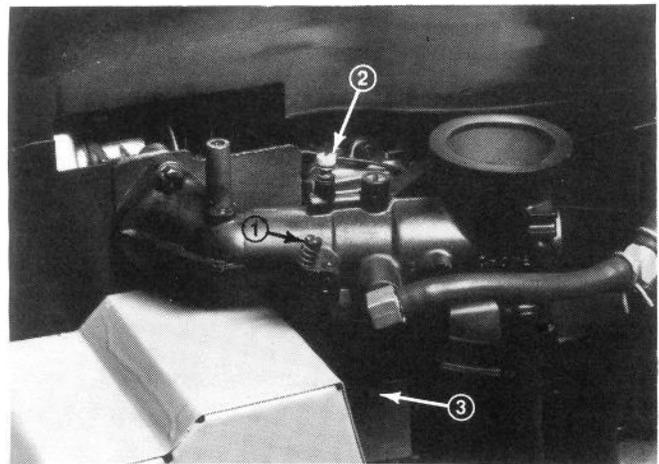

Fig. 16
1. Soupape à pointeau (Fig. 16) – Fermer la soupape en la faisant tourner doucement dans le sens horaire.
2. Ouvrir la soupape à pointeau en la tournant 2 fois dans le sens anti-horaire (Fig. 16).
4. Tourner la soupape à pointeau (Fig. 16), dans le sens horaire, 1/8 de tour à la fois, jusqu'à ce que le moteur commence à ralentir. Laisser le moteur réagir à chaque 1/8 de tour.
5. Tourner la soupape à pointeau (Fig. 16) dans le sens anti-horaire (vers l'extérieur), 1/8 de tour à la fois, jusqu'à ce que le moteur commence à tourner irrégulièrement. Laisser le moteur réagir à chaque 1/8 de tour.
6. Tourner très lentement la soupape à pointeau (Fig. 16) dans le sens horaire (vers l'intérieur), jusqu'à ce que le moteur commence à tourner régulièrement. Ce réglage, sans charge, peut être légèrement trop riche, mais il assure un bon fonctionnement lorsque le moteur est chargé.